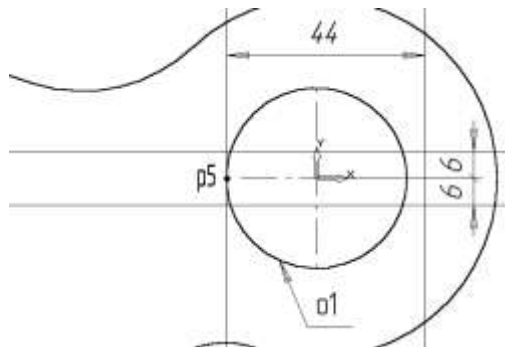

Рис. 10
22. Выполним построение шпоночного паза в правой части детали. Увеличьте участок детали, как это показано на рис.10.
23. С помощью команды **Вертикальная прямая** на Панели расширенных команд ввода вспомогательных прямых постройте вертикальную прямую через точку p5 на левом квадранте окружности o1, рис. 10.